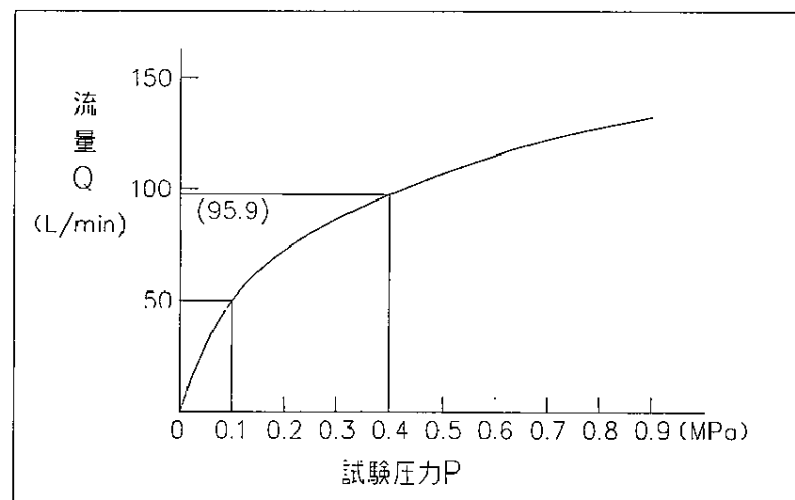

図 11 P-Q線図
試験圧力計の指示する圧力 (P) と排水試験弁を流れる流量 (Q) の関係を図 11 の P-Q 線図に示します。